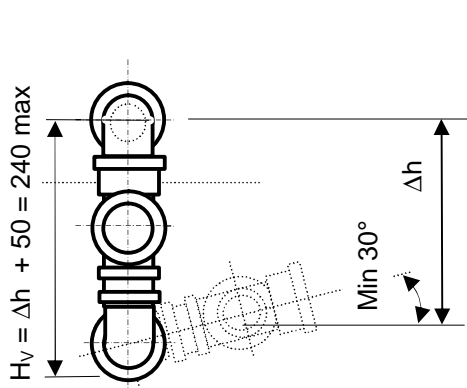
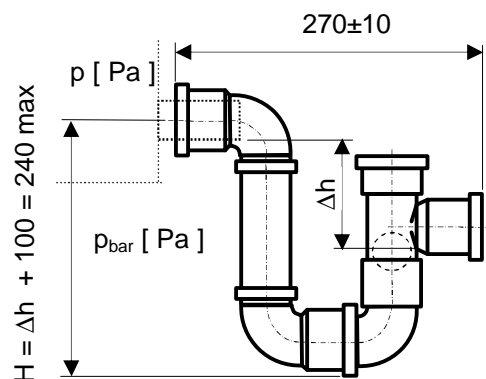

Fig 6a : siphon avec branche inclinée
Fig 6b : siphon droit pour dépression max
Les siphons ont une hauteur maximale de 240 mm (fig 6b). La hauteur de la branche de sortie peut varier de 100 à 50 mm (fig 6a) suivant l'inclinaison de celle-ci avec un maximum de 30°.
NB : En position verticale (fig 6b) le réglage autorise une différence de hauteur des branches maximale de 140 mm, permettant ainsi l'évacuation des condensats pour une dépression de 1300 Pa à condition que l'espace libre entre la sortie du bac et le sol soit supérieur à 240 mm.
Si la branche remontante pivote de 60° maximum (Fig.6a), la différence de hauteur de branche Δh augmente de 50 mm, permettant ainsi de diminuer la hauteur du siphon après réglage.
NB : En position incliné (fig 6a) le réglage autorise une différence de hauteur des branches maximale de 190 mm, permettant ainsi l'évacuation des condensats pour une dépression de 1800 Pa à condition que l'espace libre entre la sortie du bac et le sol soit supérieur à 240 mm.
- Pour une augmentation de la dépression interne de 500 Pa maximum, la branche verticale avec la bille peut pivoter vers la gauche ou vers la droite jusqu'à un angle de 30° maximum par rapport à l'horizontale. (voir Fig.6a et les § « exemples de calcul »).